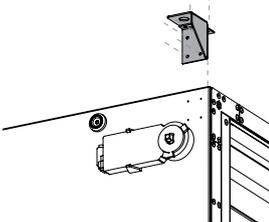

Abb. 6:
- Es dürfen weder Löcher in das Gehäuse gebohrt, noch Schrauben hineingedreht werden. Ausgenommen sind hierbei die Befestigungsschrauben der mitgelieferten Haltewinkel (Abb. 6).